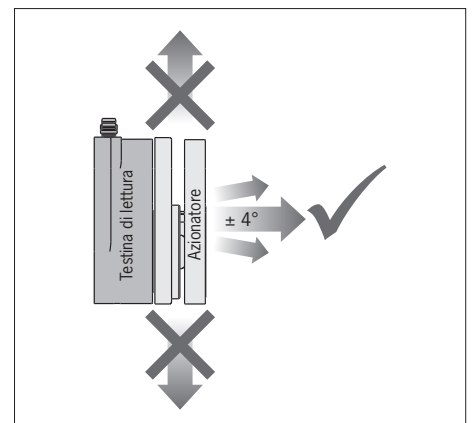

Figura 1: Direzione di azionamento
- ▶ Aprendo il riparo mobile, l'azionatore deve essere allontanato frontalmente dalla testina di lettura (vedi Figura 1).